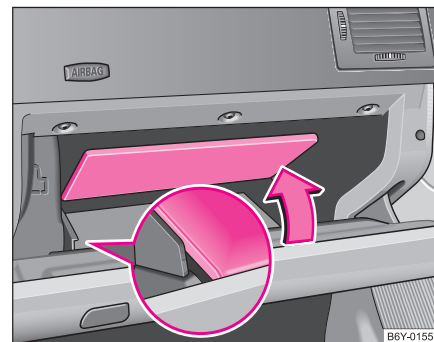

Fig. 75 Torpedoul: perete despărțitor basculant
În interiorul compartimentului, sub peretele basculant* se mai găsește un compartiment ⇒ fig. 75.
- Cuprindeți peretele despărțitor de margine, resp. de fantă și rabatați-l în sensul săgeții ⇒ fig. 75.